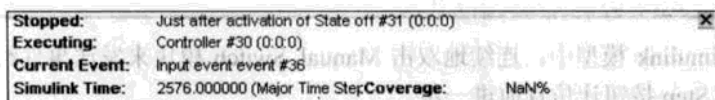

图 16.41 Stateflow Debugging 窗口上端的显示
(7) 在 Stateflow Debugging 窗口中, 单击 Step 按钮, 让仿真前进一步, 在 Stateflow Debugging 窗口上端就会显示如图 16.41 所示。